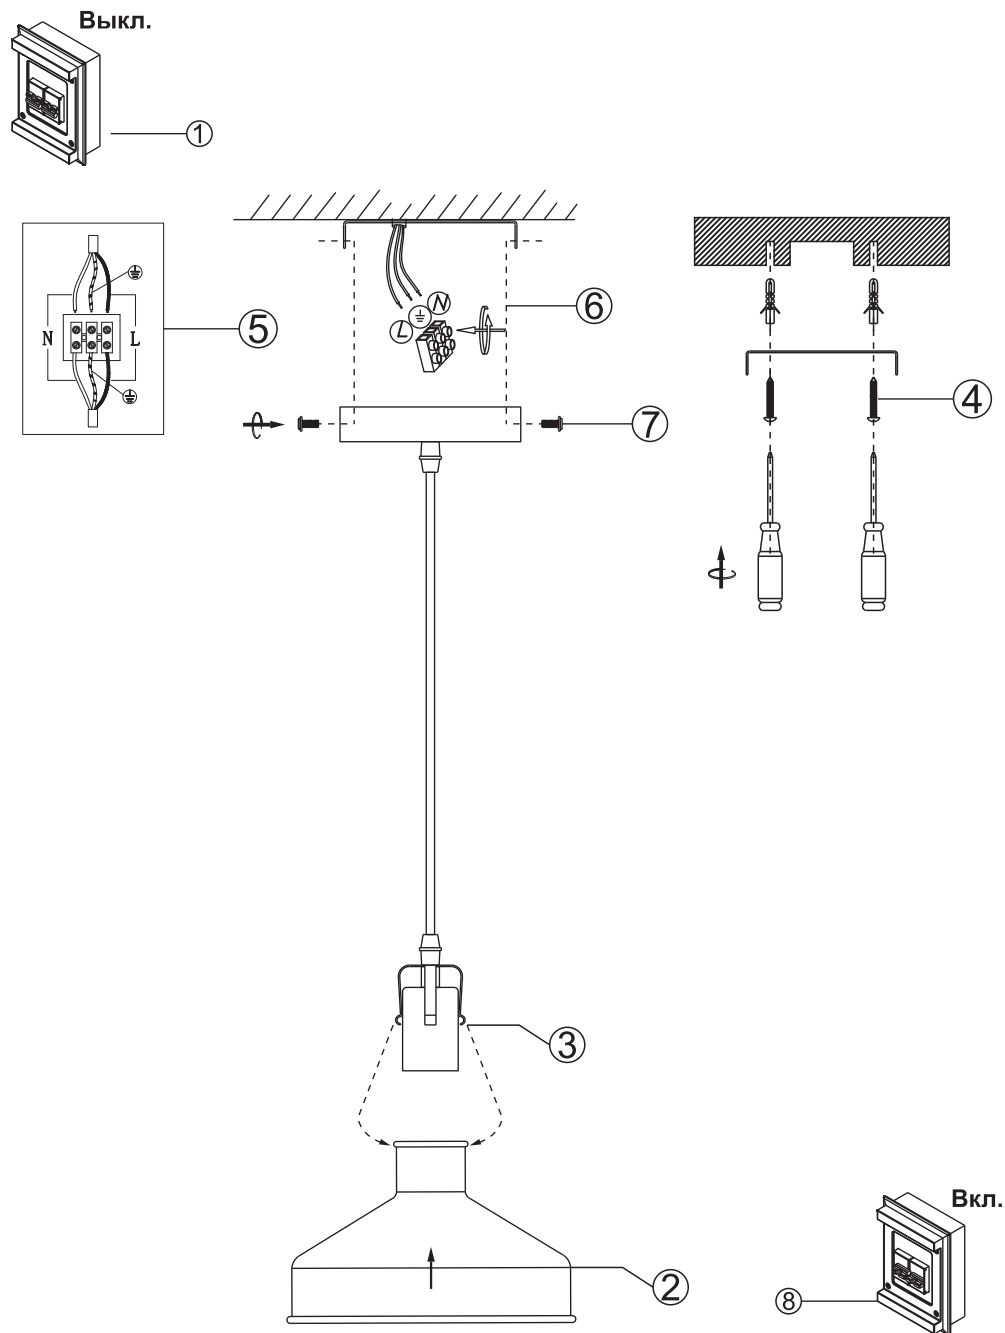

Рис.4 Сборка и установка светильника.
5. Правила и условия монтажа: Светильник монтируется на потолочные поверхности из бетона, кирпича, дерева (см. Рис. 4):
- Отключите напряжение (1).
- Соберите светильник. Для этого присоедините плафон (2) к патрону светильника с помощью пружинных защелок (3).
- Отсоедините крепежную скобу (6) от основания, открутив винты (7).
- Просверлите в потолке размеченные отверстия и установите крепежную скобу (6) на поверхность при помощи монтажного комплекта (4).
- Присоедините входной провод в клеммной колодке светильника (5), соблюдая маркировку проводов.
- Присоедините основание светильника к крепежной скобе (6) и зафиксируйте его винтами (7).